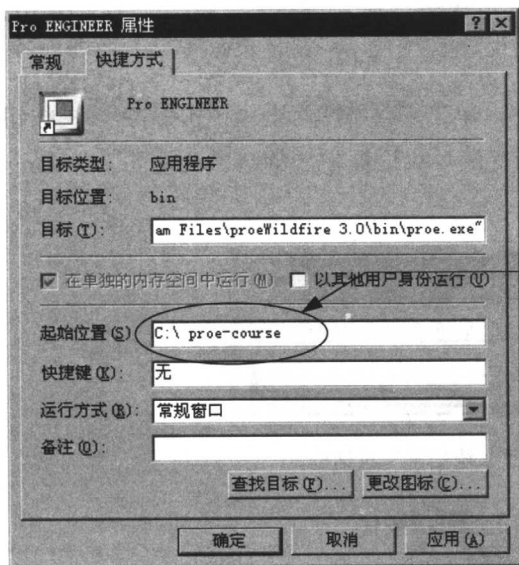

图 1.3.1 “Pro ENGINEER 属性” 对话框
Step2. 此时桌面上弹出如图 1.3.1 所示 “Pro ENGINEER 属性” 对话框, 单击该对话框的 **快捷方式** 标签, 然后在 **起始位置(S):** 文本栏中输入 C:\proe-course, 并单击 **确定** 按钮。